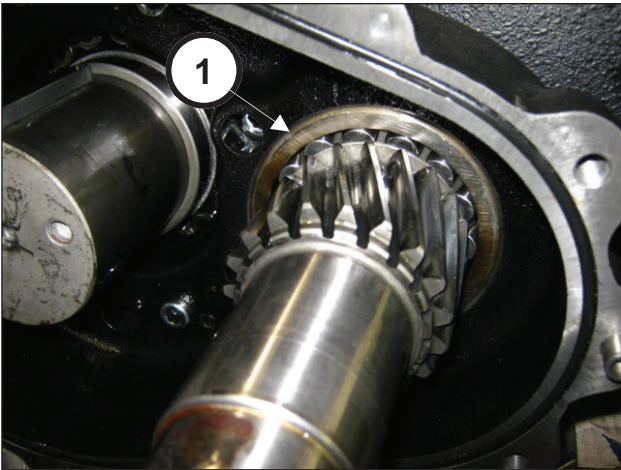

Abb. 65
Positionieren Sie das Lager bis auf Anschlag (Pos. ①, Abb. 65).